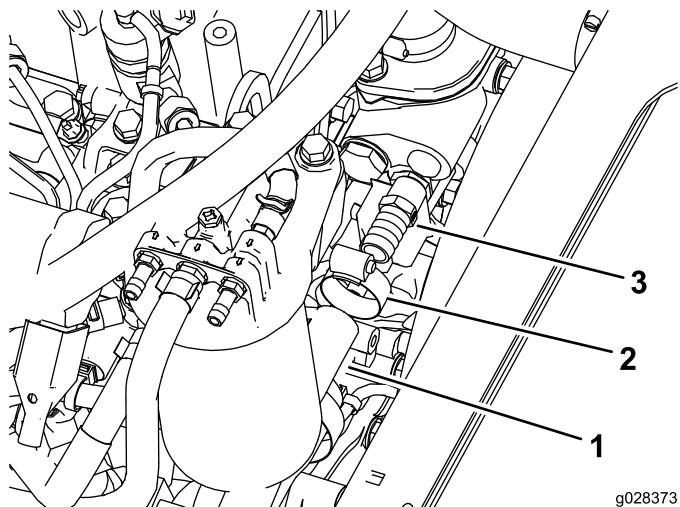

Bild 21
3. Montieren Sie das Anschlussstück des Schlauchadapters im Motorthermostatgehäuse (Bild 21).
4. Befestigen Sie das lose Ende des Druckschlauchs am Adapteranschlussstück des Motorthermostatgehäuses (Bild 21).
6. Verlegen Sie den Schlauch unter dem Luftfilter, wie in Bild 21 abgebildet.